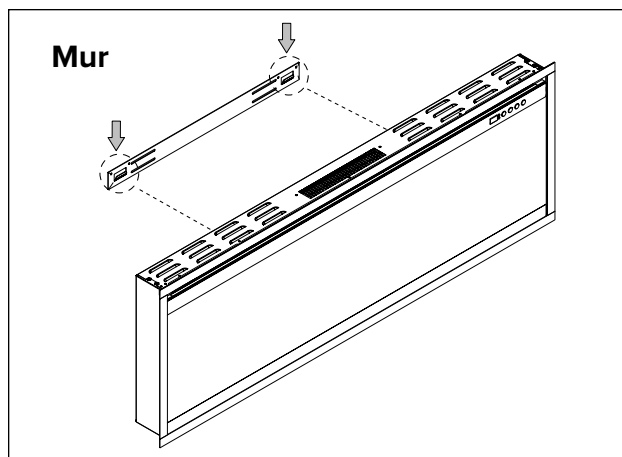

Fig. 4
6. Une fois le support mural installé, demandez à deux personnes de soulever l'appareil et d'insérer les crochets du support dans les fentes à l'arrière de l'appareil (**Fig. 4**).